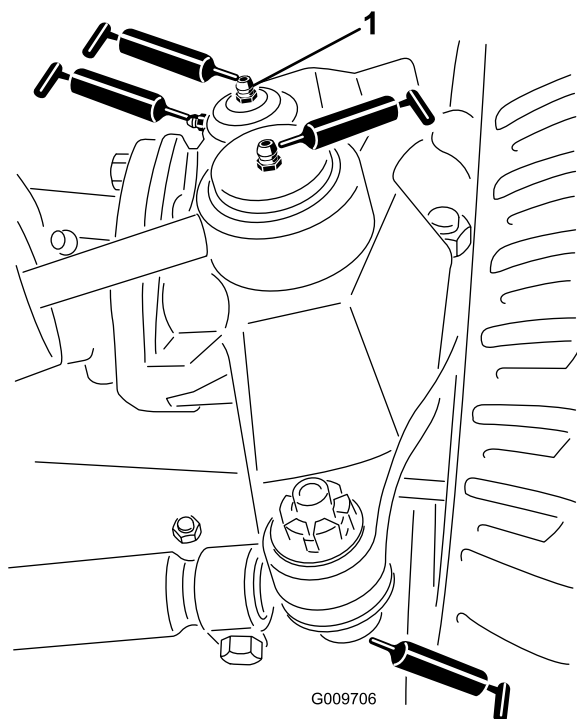

図 51
- ・ ステアリングシリンダのボールジョイント (2ヶ所) (図 51)
- ・ タイロッドのボールジョイント (2ヶ所) (図 51)
- ・ キングピンのブッシュ (2ヶ所) (図 51)。但しキングピン上部は1年に1回のみ (ポンプ2回押し) のみとする。